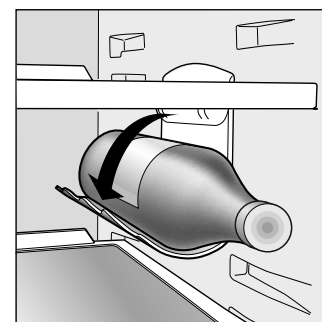
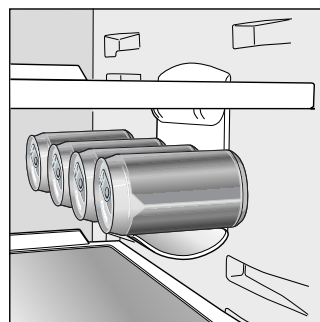

Рис. 2
Рис. 3
Боковая откидная полка для бутылок (J) может использоваться для горизонтального хранения любой бутылки (Рис. 2) или нескольких (2-4-х) консервных банок (Рис. 3). Если полка не используется, ее можно закрыть, освободив место в холодильнике.